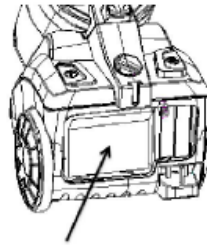

Fig.15
- 2) Scoateți filtrul de evacuare. (Vezi Fig 15).